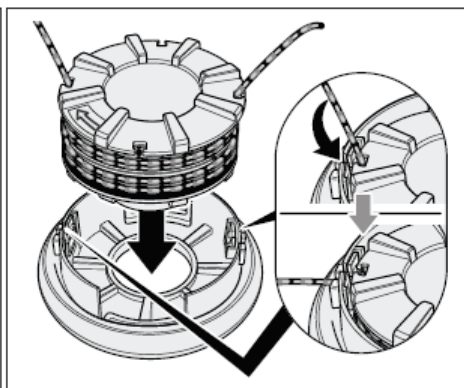

Fig. 16
- Encaixar a bobina na respectiva tampa e introduzir os terminais dos fios através das ranhuras opostas na tampa da bobina, (Fig. 16).